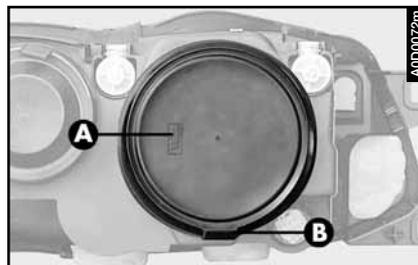

fig. 39
– Défiler la coiffe en caoutchouc (**A- fig. 39**) en tirant l'ailette (**B**).